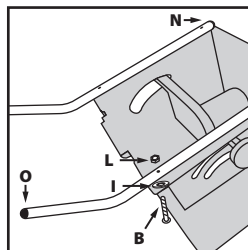

Abb. 3
- Befestigen Sie beide Bauteile an dem Hauptkörper der Maschine, mit Befestigungsteilen **B, I und L (Abb. 3).**